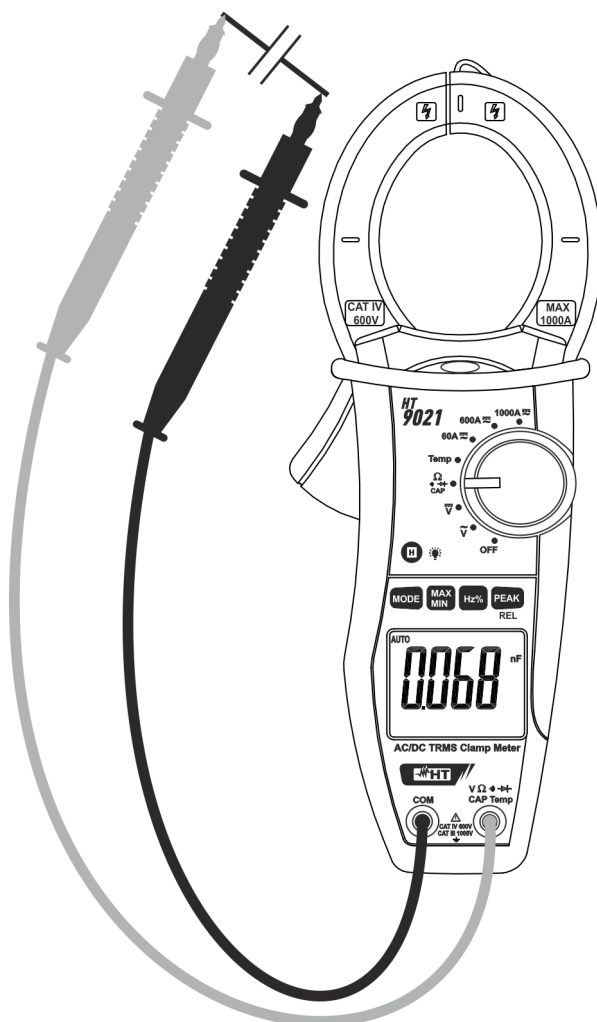

Fig. 7: Uso da pinça para medição de Capacidades
4. Colocar as ponteiros nos pontos pretendidos do circuito em exame (Fig. 7). O valor da capacidade será apresentado no display. Na medição de capacidade a barra gráfica analógica fica desactivada